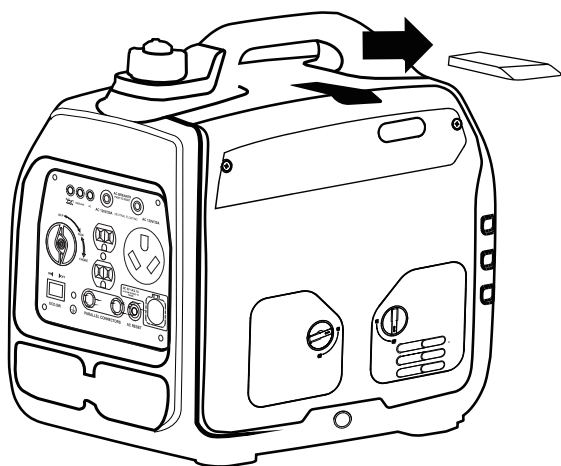

Figure 18: Faites glisser le couvercle de la bougie d'allumage
3. Faites glisser le couvercle d'accès à la bougie d'allumage hors du boîtier (voir Figure 18).